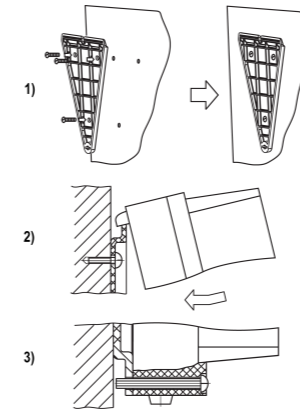

Рисунок 2 – Монтаж прибора настенного крепления
1. Закрепить кронштейн тремя винтами М4 × 20 на поверхности, предназначенной для установки прибора (см. рисунок 2).